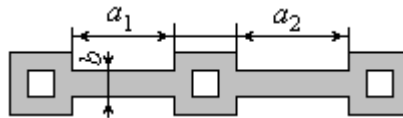

Рисунок 31 – Структура составного диффузионного резистора на основе эмиттерного слоя
13. Рассчитать сопротивление R составного диффузионного резистора (рис. 31) с геометрическими размерами $a_1 = a_2 = 0,5$ мм и $b = 20$ мкм на основе эмиттерного слоя с удельным поверхностным сопротивлением $R_S = 4$ Ом/□. Определить сопротивление того же резистора при увеличении температуры на $\Delta T = 50$ К, если ТКС резистора равен $\alpha_R = 2 \cdot 10^{-4}$ К $^{-1}$.